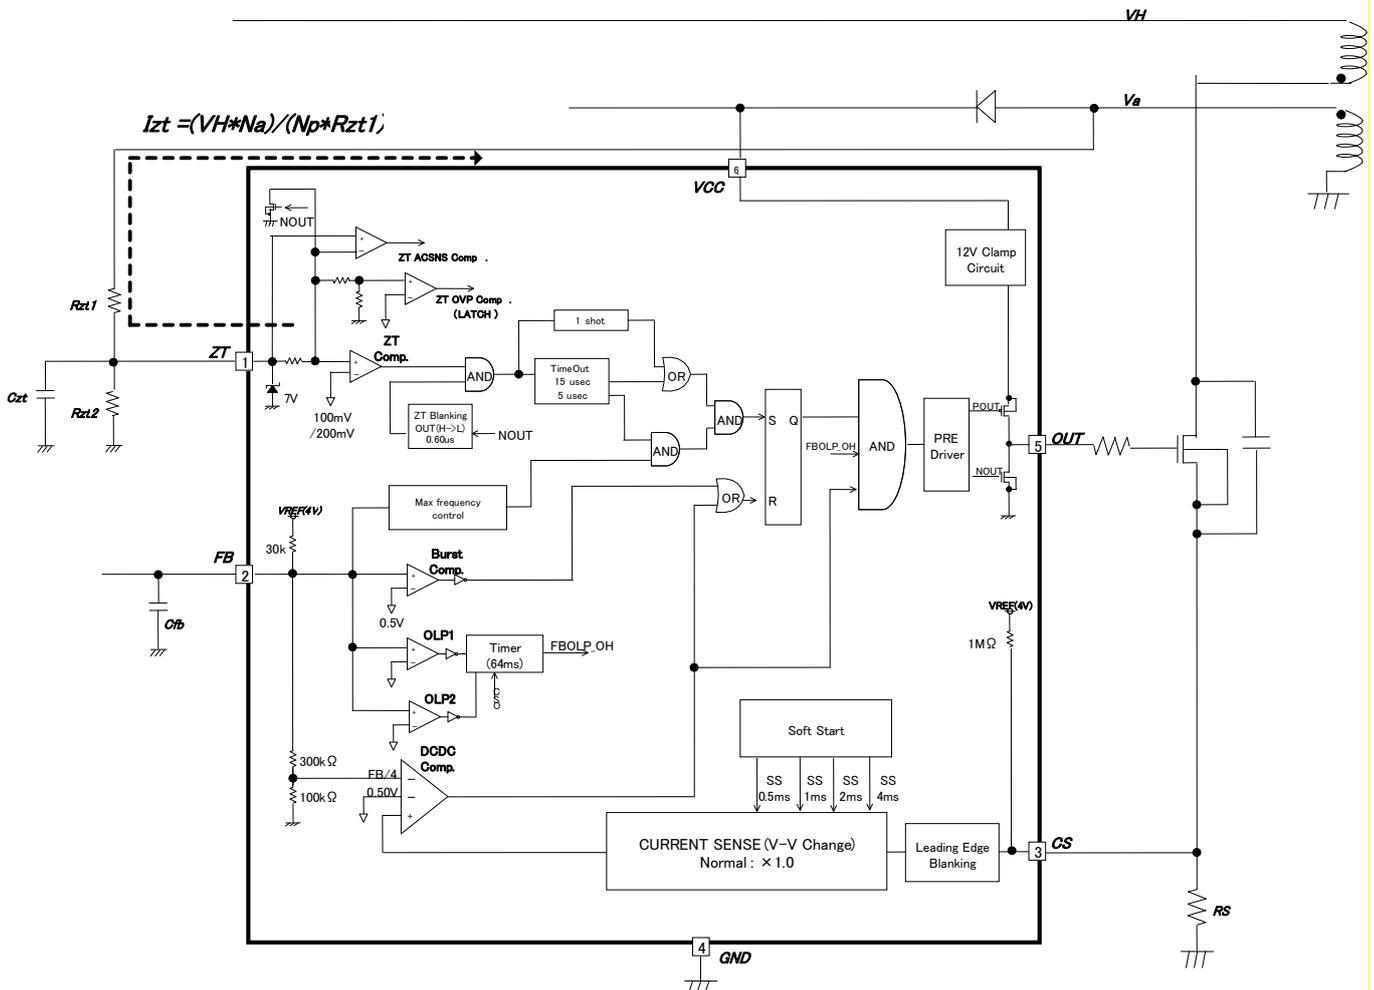
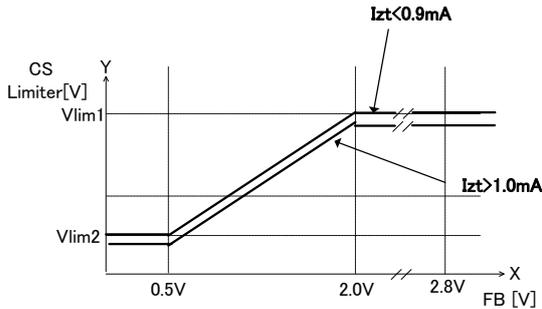
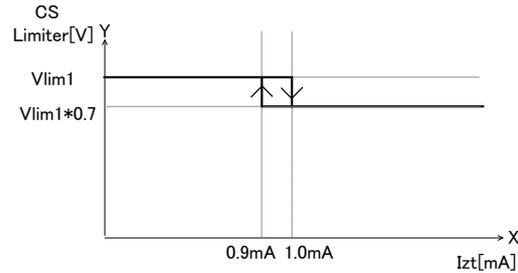

Figure 18. CS 切り換え電流ブロック図
Figure 19. CS 切り換え FB 電圧 - CS 電圧特性
Figure 20. CS 切り換え Izt 電流 - CS 電圧特性
検出方法は ZT 流入電流をモニタすることにより、1 パルスごとに切り換えを行います。MOSFET ターンオン時、Va は入力電圧 (VH) に依存する負電圧になります。ZT 端子(1pin)は IC 内部で、0V 近くでクランプします。その場合の計算式は下記のとおりになります。Figure 18 にブロック図を示します。Figure 19、Figure 20 にグラフを示します。